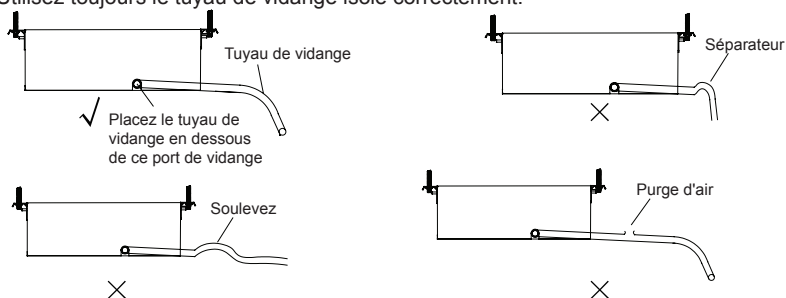

Fig. 23
- (1). Installez le tuyau de vidange avec une pente descendante (1/50 à 1/100) et sans utiliser d'élévations ou de séparations pour le tuyau. (Fig. 23)
- (2). Assurez-vous qu'il n'y a aucune fissure ou fuite sur le tuyau de vidange afin d'éviter la formation de poches d'air. (Fig. 23)